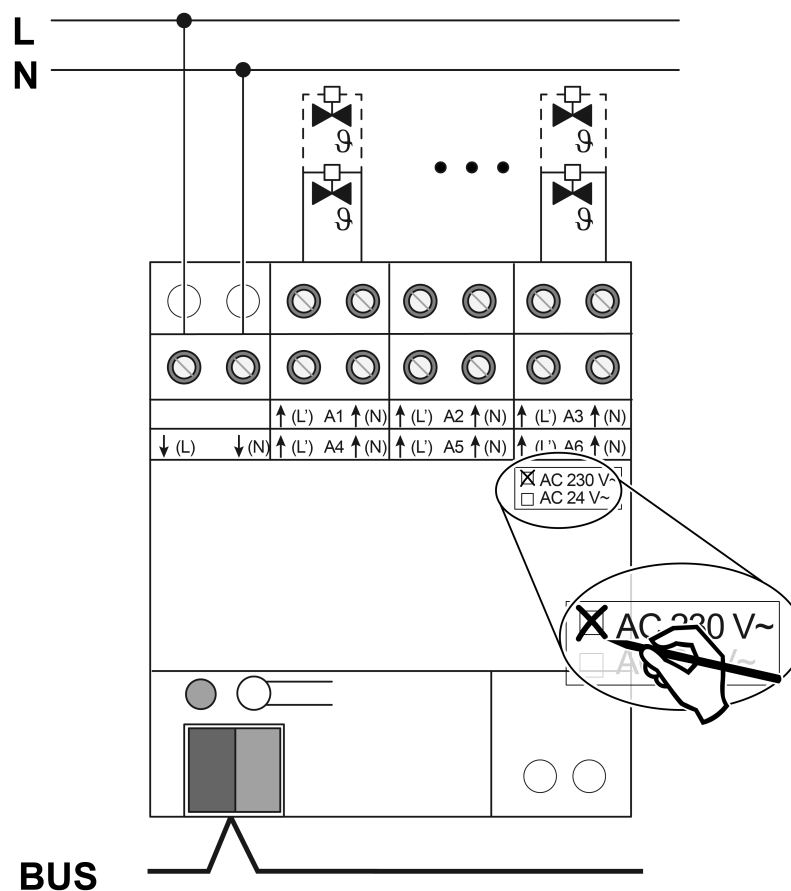

Figura 2: Conexión de actuadores de válvula 230 V
- Conectar los actuadores de válvula AC 230 V según el plano de conexiones (véase figura 2).